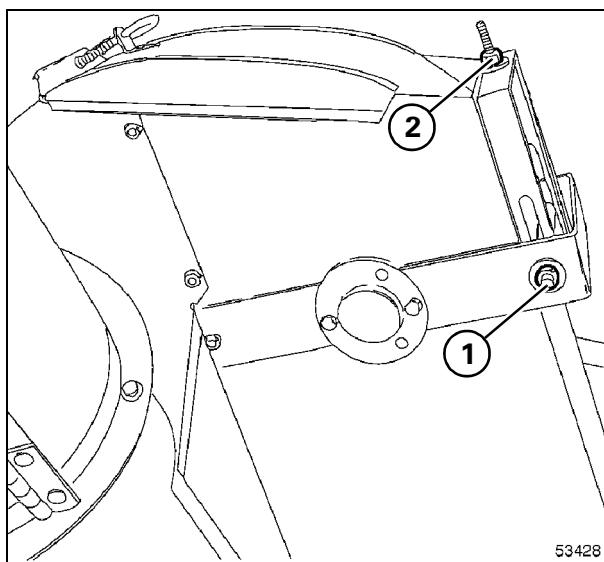

Рис. 32
28.)Приводная цепь элеватора загрузки бункера - Рис. 32